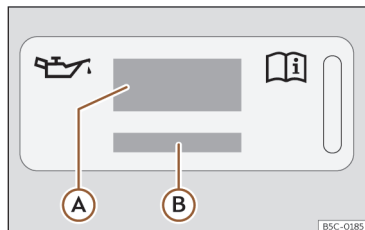
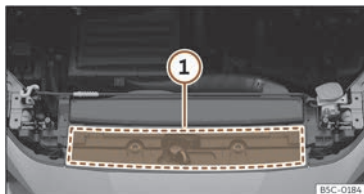

Fig. 226 În compartimentul motor: eticheta cu ulei de motor
Fig. 227 În compartimentul motor: zona unde se află eticheta cu uleiul de motor
Explicație pentru >>> **fig. 226:**
Dacă este necesară completarea cu ulei de motor, utilizați numai uleiurile indicate pe etichetă >>> **fig. 226**. Eticheta cu standard prevăzut este amplasată în partea din față a compartimentului motor >>> **fig. 227** **(1)**. Dacă utilizați uleiul de motor recomandat, puteți completa uleiul ori de câte ori este necesar.
- Dacă lipsește eticheta cu specificațiile uleiului de motor >>> **fig. 226**, contactați un atelier specializat.